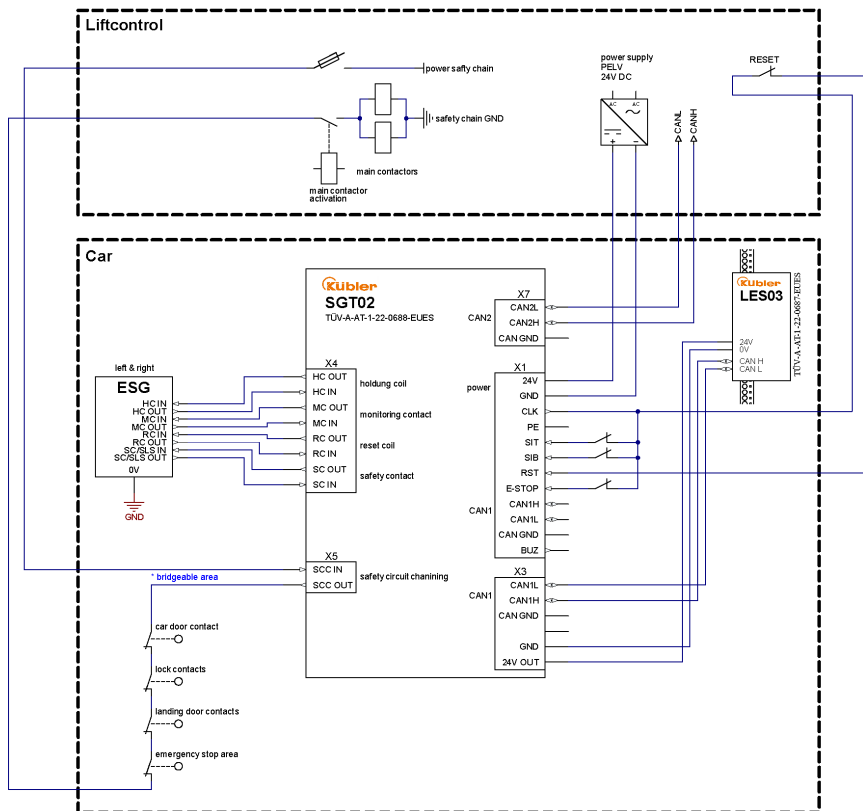

Fig. 2: Ejemplo con rearme (reset) del paracaídas electromecánico (ESG).
- Las variantes con dispositivo de rearme (8.SGT02.x1xx.xxxx) deben conectarse al conector X4 (HC, MC, RC y SC) según la Ilustración 2 [P 199].